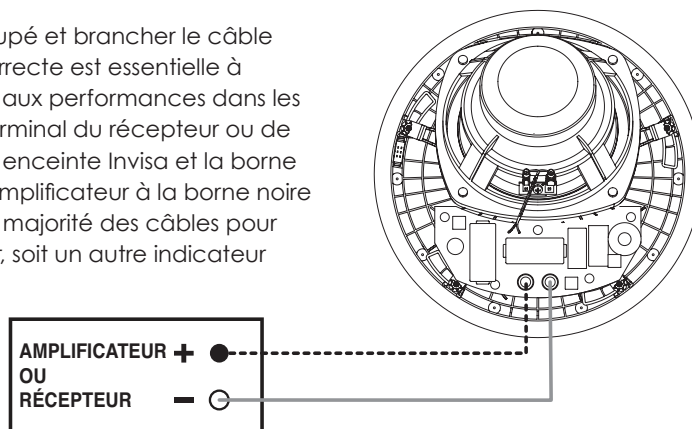

Figure 3
- Tenir l'enceinte au niveau du trou découpé et brancher le câble sur l'enceinte. La polarité (ou phase) correcte est essentielle à obtenir la bonne reproduction stéréo et aux performances dans les graves. Raccorder la borne rouge (+) terminal du récepteur ou de l'amplificateur à la borne rouge (+) de l'enceinte Invisa et la borne noire (-) terminal du récepteur ou de l'amplificateur à la borne noire (-) de l'enceinte Invisa (voir Figure 3). La majorité des câbles pour enceintes ont soit un couleur de couleur, soit un autre indicateur (nervures ou texte imprimé) sur l'un des conducteurs pour faciliter le maintien de la bonne polarité. Il est essentiel de brancher toutes les enceintes de la même façon (en phase) sur leurs canaux respectifs de l'amplificateur. En cas d'impression de creux important dans les graves, il est probable que l'une des enceintes ne soit pas en phase (+ et - inversés) avec les autres.